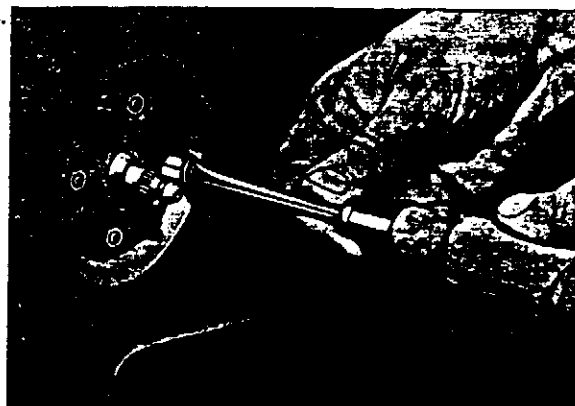

Abb. 36 Heberad wird ausgebaut
3. Falls erforderlich, obere und untere Umlenkrolle mit Spannvorrichtung und Heberrad herausnehmen. Das Heberrad kann nach Lösen der vier Schrauben, Abb. 36, ausgebaut werden. Vor dem Einbau des Fensterhebers ist zu prüfen, ob Führungsschienen und Abdichtungen in gutem Zustand sind. Abgenutzte oder beschädigte Teile erneuern. Der Seilzug ist gut, aber nicht zu fest zu spannen. Zug und Kette mit Fett schmieren, Umlenkrollen und Heberrad mit Öl schmieren. Nach dem Zusammenbau prüfen, ob das Kurbelfenster leicht in den Führungsschienen läuft.